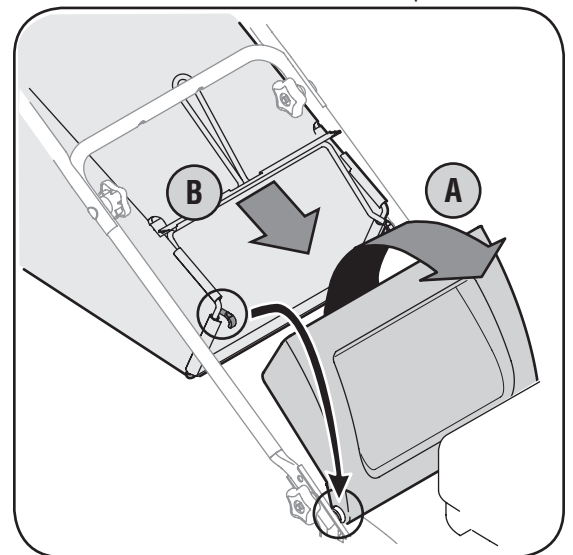

Figura 3-4: Eleve la puerta de descarga y coloque el colector de césped sobre la varilla.
7. Para acoplar el colector de césped, Figura 3-4.